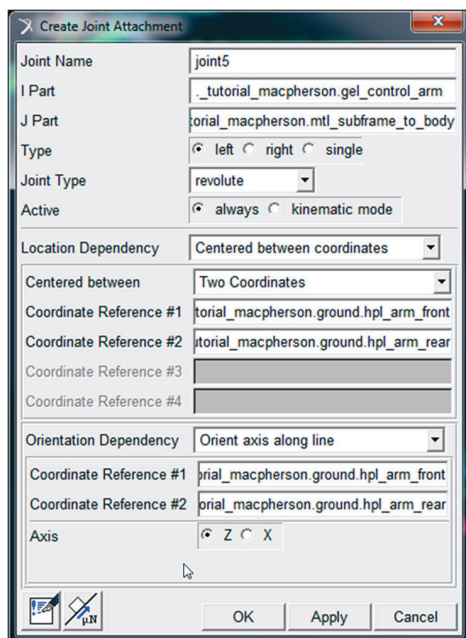

Figura 4.77 – Criação da junta 5.
- Na janela *Create Joint Attachment*, preencha os campos, conforme mostrado na Figura 4.77. Note que essa junta é do tipo revolute e é construída entre o *General Part* “gel\_control\_arm” e o *Mount* “mtl\_subframe\_to\_body”.